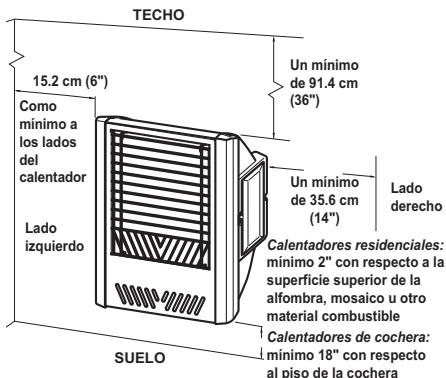

Figura 4 - Distancias mínimas de montaje vistas desde la parte anterior del calentador
**ADVERTENCIA:** mantenga las distancias mínimas que se muestran en la figura 4. Si puede, proporcione distancias mayores respecto al suelo, al techo y a las paredes adyacentes.
**ADVERTENCIA:** mantenga las distancias mínimas que se muestran en la figura 4. Si puede, proporcione distancias mayores respecto al suelo y a las paredes adyacentes.